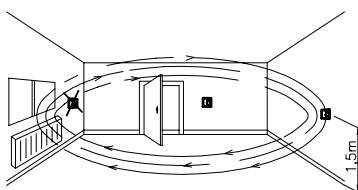

Bild 2: Einbauhinweise
Knopf oder Schraubenabdeckung (1) mit Schraubendreher abhebeln - Schraube (2) lösen - Gehäusedeckel (3) abziehen - Zwischenrahmen (4) (s.Bild 2) und Schalterrahmen (5) abnehmen